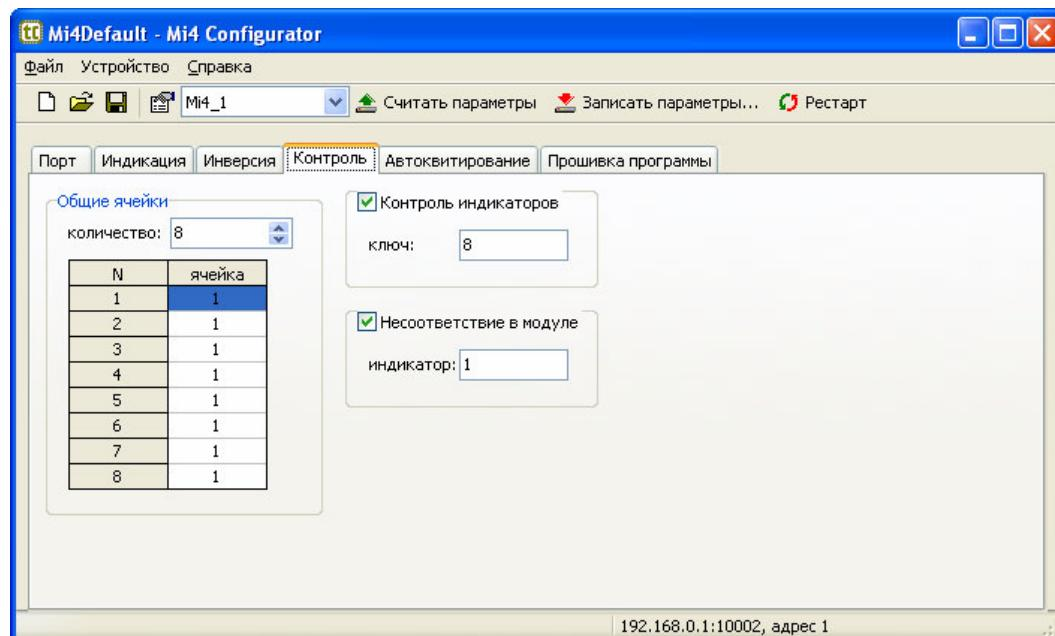

Рисунок 12 – Закладка «Контроль»
5.2.5 Параметры контроля состояний индикаторов (рисунок 12):